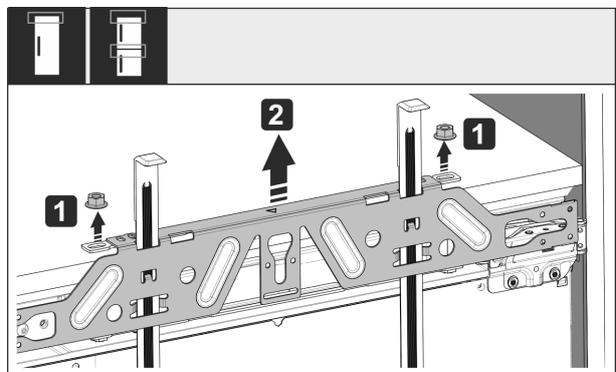

Fig. 58
► Desserrer les contre-écrous Fig. 58 (1).
► Retirer la traverse de fixation Fig. 58 (2).